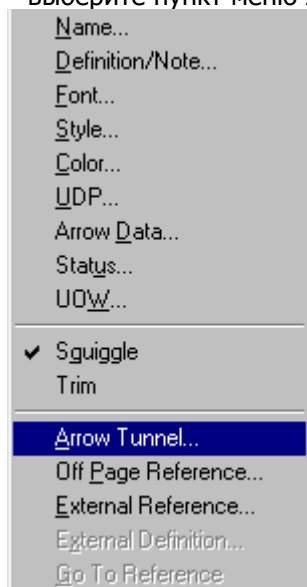

Рисунок 2.12 - Пункт меню **Arrow Tunnel**
- 10 Щелкните правой кнопкой мыши по квадратным скобкам и выберите пункт меню **Arrow Tunnel** (рисунок 2.12).